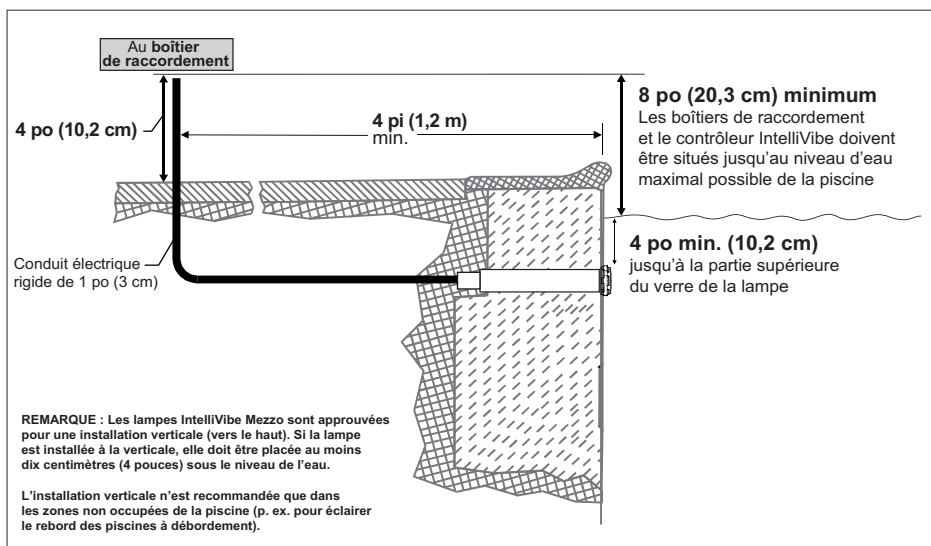

Figure 1
**AVANT DE COMMENCER :** Les informations qui suivent décrivent les tâches qui doivent être effectuées par un électricien avant l'installation du raccord mural. Voir la figure 1.
- Le boîtier de raccordement, le PS300 et le contrôleur IntelliVibe se situent à au moins 4 pouces (10,2 cm) au-dessus du niveau du sol ou de 8 pouces (20,3 cm) au-dessus du niveau d'eau maximal, si cette dernière distance est la plus élevée. Le boîtier de raccordement, le PS300 et le contrôleur IntelliVibe doivent être à au moins 4 pieds (1,2 m) du bord de la piscine. Voir la figure 1.
Voir la *Figure 1* à la page 2 pour l'installation du boîtier de raccordement aux États-Unis.